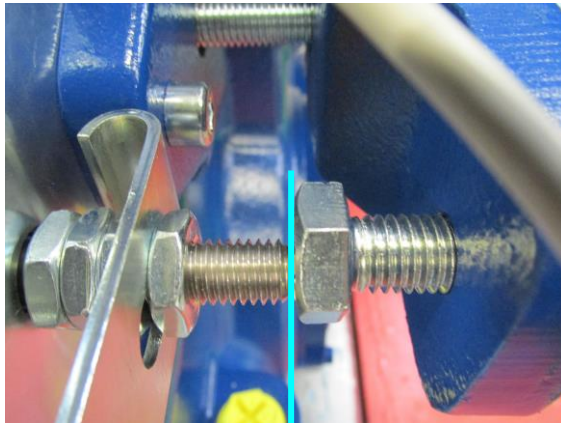

Abb. 9 → ← 0mm
(siehe unter 6.4.5 und Abb.9).
1. Magnetstößel zurückdrücken und Spiel zwischen Stößel und Druckschraube messen (Abb. 9).